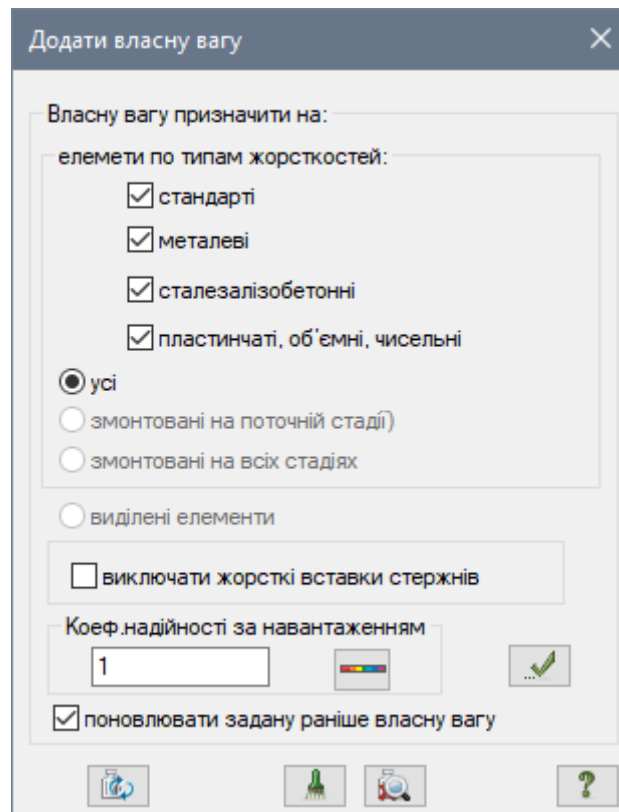

Рис. 7.19. Діалогове вікно **Додати власну вагу**
- Натиснувши на кнопку  – **Додати власну вагу** (панель **Навантаження** на вкладці **Створення та редагування**) відкрийте діалогове вікно **Додати власну вагу** (рис. 7.19).